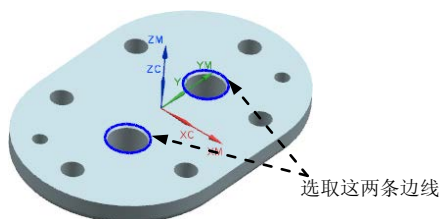

图 19.35 选择孔
Step1. 指定钻孔点。单击“钻埋头孔”对话框 **指定孔** 右侧的  按钮, 系统弹出“点到点几何体”对话框, 单击 **选择** 按钮, 系统弹出“点位选择”对话框; 在图形区选取图 19.35 所示的孔边线, 分别单击“点位选择”对话框和“点到点几何体”对话框中的 **确定** 按钮, 返回“钻埋头孔”对话框。